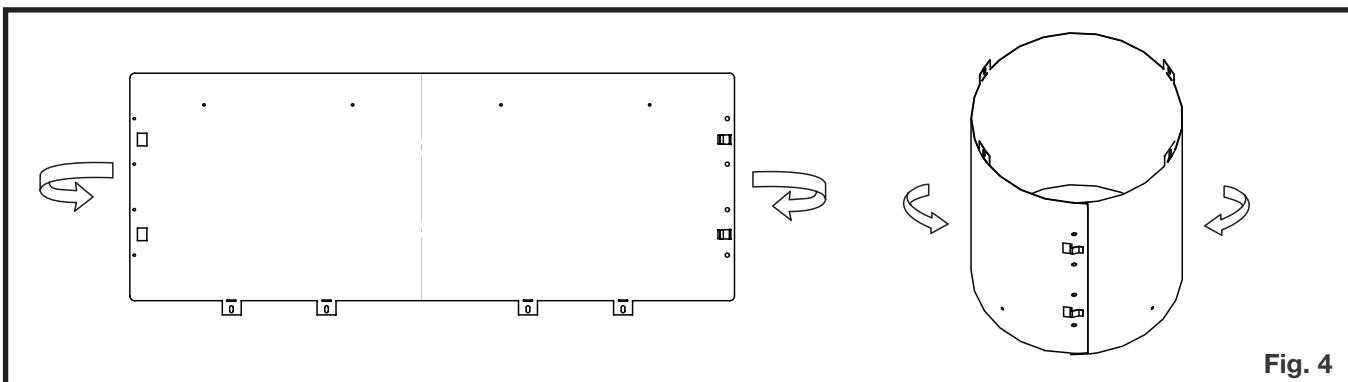

Fig. 4
1. Enlevez la douille d'évent comme illustré et assurez-vous de fixer les extrémités ensemble (**Figure 4**).